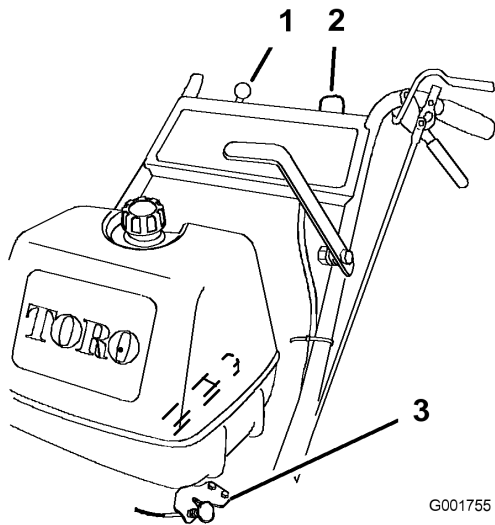

Figure 7
- Tournez la clé de contact à la position **marche** (Figure 7).
- Sortez le starter si le moteur est froid (Figure 7).